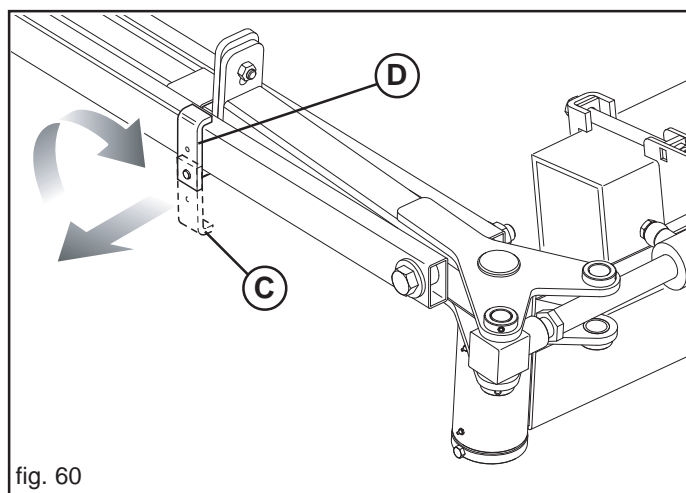

fig. 60
Durante el trabajo, mantener el tope en la posición (C, Fig. 60) para que el brazo marcador de surcos siga el movimiento del terreno. Antes de cerrar el equipo en posición de transporte, bloquear el brazo marcador de surcos colocando el tope en la posición (D).